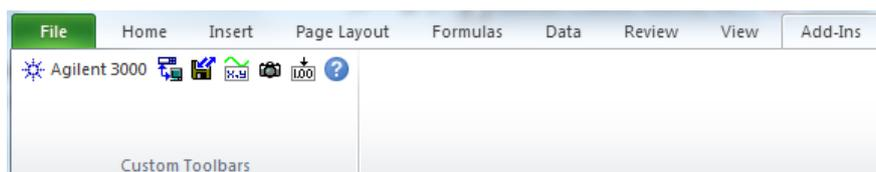
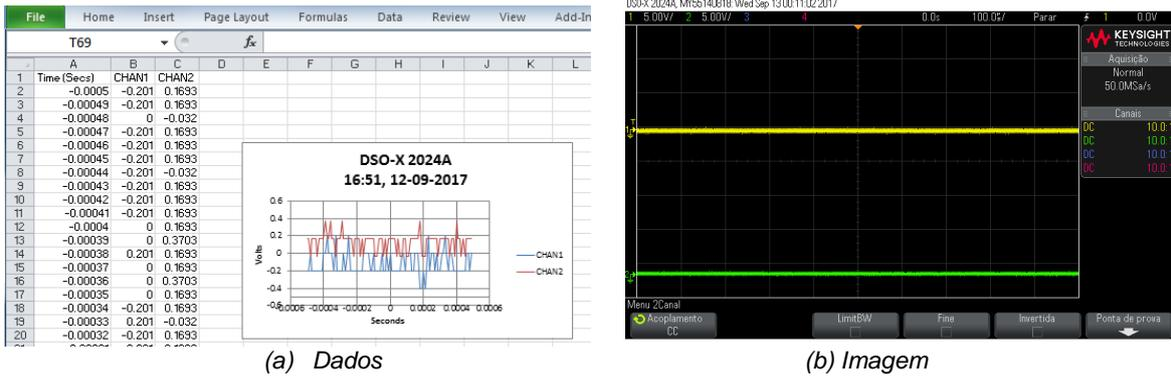

Figura 18 – Opções de aquisição das formas de onda visíveis no osciloscópio.
Figura 19 – Formas de onda visíveis no osciloscópio.
- Abra o programa Excel e selecione o menu **Add-Ins** (Figura 18), ficando com acesso às opções indicadas na Figura 19.
- Se seleccionar a opção  (Get Waveform Data), obtém os valores das formas de onda em colunas do ficheiro em função do tempo e a respetiva representação gráfica como se vê Figura 19 (a).
- Se seleccionar a opção  (Get Screen Image), obtém a imagem do osciloscópio como se vê Figura 19 (b). Nesta opção, pode ainda escolher armazenar o ficheiro com a imagem num diretório do PC.